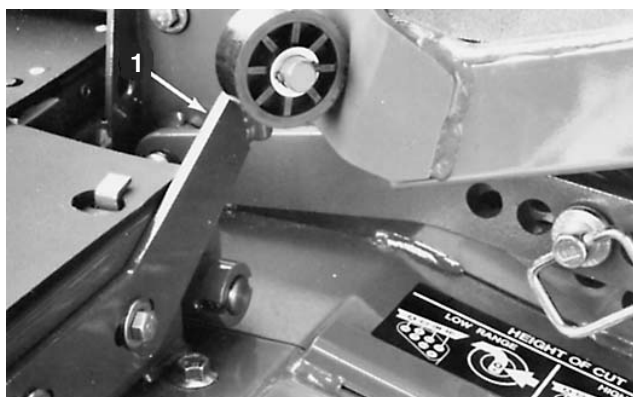

Figure 74
2. Desserrez la vis de fixation des supports des stabilisateurs au plateau et déplacez les supports vers l'extérieur (Fig. 74).